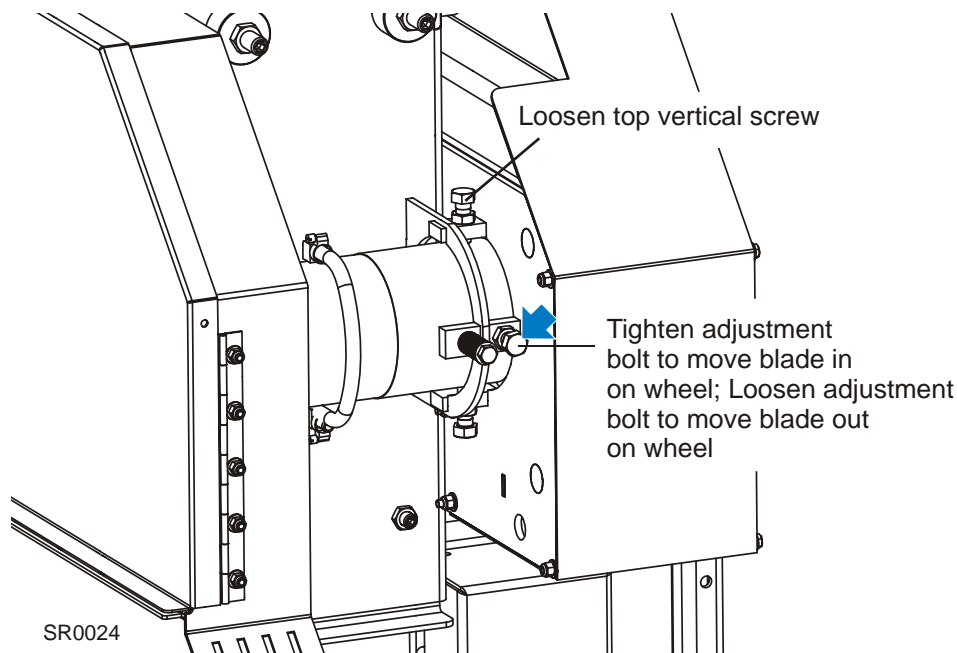

FIG. 5-6
**Voir Figure 5-6.** Utilisez la vis de réglage horizontal pour ajuster le volant entraîneur. Desserrer la vis verticale supérieure pour permettre le mouvement de l'arbre de l'axe d'entraînement. Pour déplacer la lame vers l'arrière sur le volant, desserrer le contre écrou et tourner la vis de réglage horizontale dans le sens des aiguilles d'une montre d'un quart de tour.